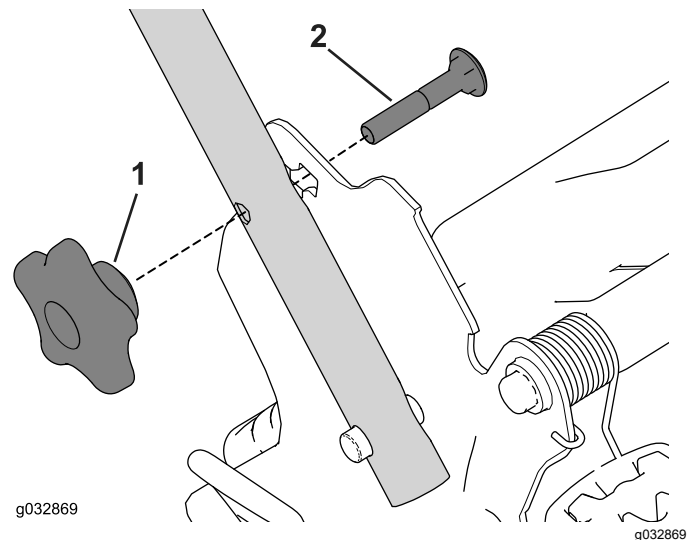

Figure 22
1. Retirez les 2 boutons de guidon et les 2 boulons de carrosserie des supports du guidon (Figure 22) et conservez-les.